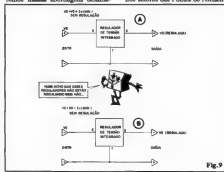

Fig. 9
- FIG. 9 - REGULADORES DE TENSÃO - É um importante grupo dentro da "raça" dos LINEARES, com intensas aplicações práticas em circuitos e montagens as mais diversas... "Lá dentro", eles não passam de amplificadores de alta potência relativa, dotados de auto-programação do nível de Tensão de Saída que é fixado através de rígidos parâmetros (inclusive pela presença de diodos ~~zener~~ na malha circuitual interna do Integrado...). Basicamente são dotados de apenas três terminais: "T" (terra), "E" (entrada) e "S" (saída). Ao terminal "E" aplicamos a Tensão "bruta", a ser estabilizada e regulada pelo Integrado. No terminal "S" recolhemos a Tensão já "fixada" automaticamente no valor correspondente ao código do Integrado... Existem Integrados desse tipo para regulagem de Tensões positivas ou negativas (diagramas respectivos em 9-A e 9-B...). Pelas suas especiais características, os Integrados Reguladores de Tensão se prestam à utilização nos setores das Fontes de Alimen-